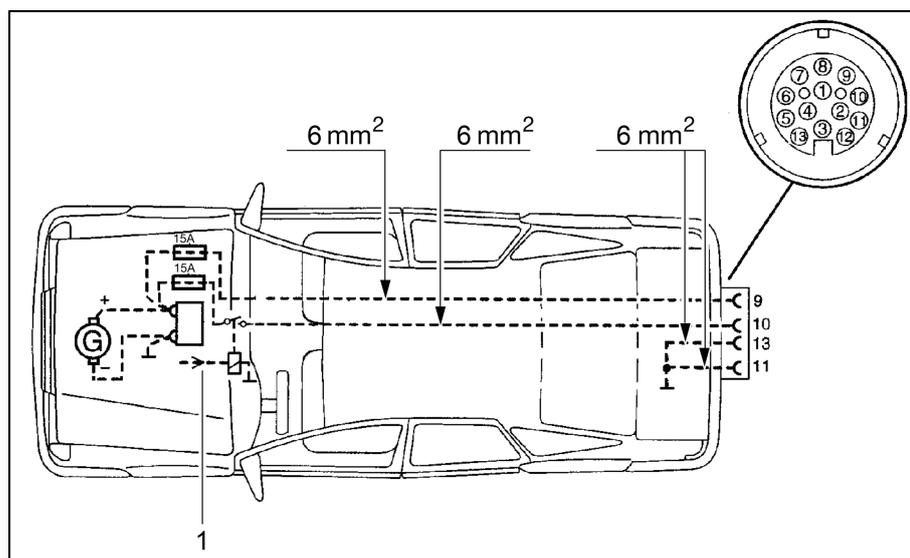

Fig. 100 Installation du véhicule tracteur
- ▷ Equiper le véhicule tracteur avec les sections de câble correspondantes et un relais pour l'alimentation électrique (commandée via l'allumage) (voir Fig. 100).